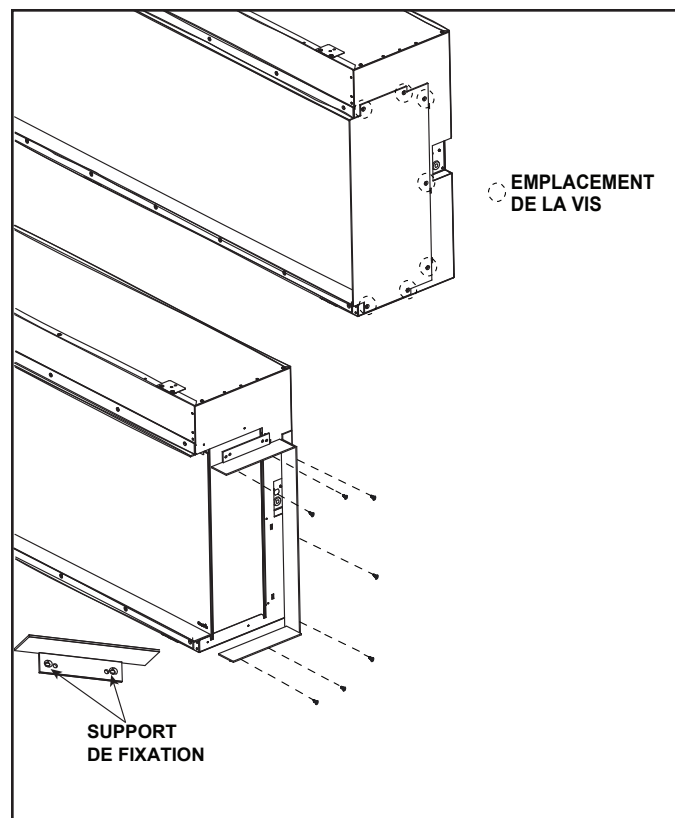

Figure 4.3 Retrait de la plaque et installation des garnitures
1. Pour installer la garniture appropriée à la configuration souhaitée, le cas échéant, retirez la plaque de recouvrement latérale plate du côté de l'appareil en retirant sept vis. Voir la figure 4.3.
Remarque : La garniture inférieure comporte 4 trous. Voir la figure 4.3.